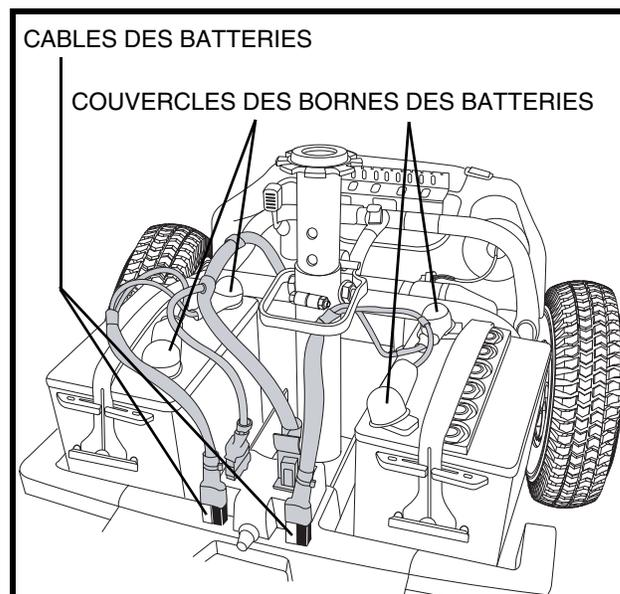

Figure 13. Câbles et fils des batteries
3. Débranchez les câbles à batteries en tirant droit vers le haut. **Voir la figure 13.**
6. Placez une nouvelle batterie dans chaque puits. Les bornes des batteries doivent se faire face vers l'intérieur du scooter droite près du mât de siège. **Voir la figure 13.**